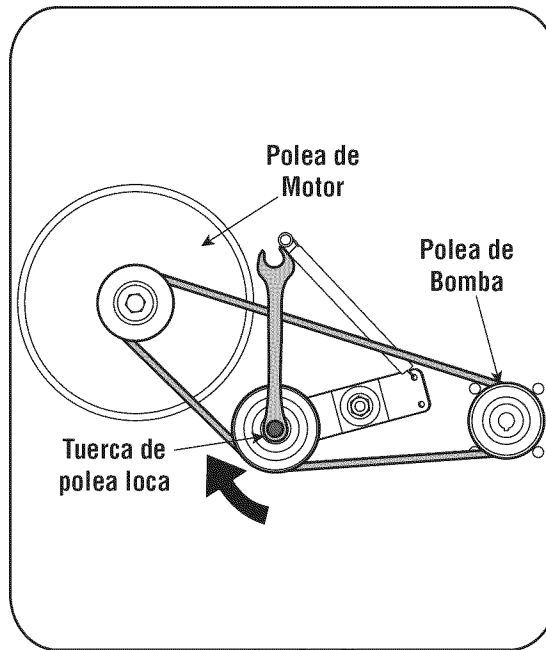

Figura 5-2
- Agarre la tuerca de polea más ociosa con un tirón de maleficio de 9/16 o enchufe y gire el soporte más ocioso como mostrado en la Figura 5-2. Esto permitirá retirar fácilmente la correa de la polea loca.
- Coloque la correa nueva alrededor de las tres poleas como se muestra en la Figura 5-2.